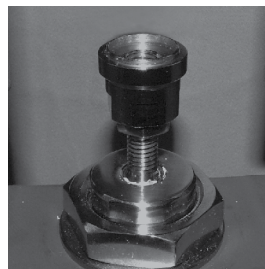

Рис. 18
- Отдайте стопорную гайку (25) и полностью вкрутите нижний соединитель (10) в шток привода.
- Отдайте стопорную гайку соединителя (11).
- Соединитель (11) не должен быть накручен на шток клапана более, чем на 8 (см. рис. 18 и 19).